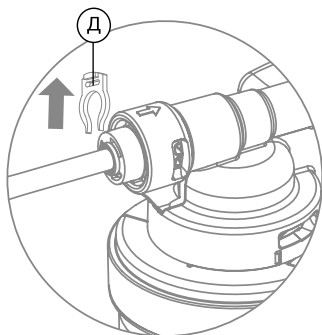

Рис. 10
1. Удалите стопорную клипсу (Д) (рис. 10).